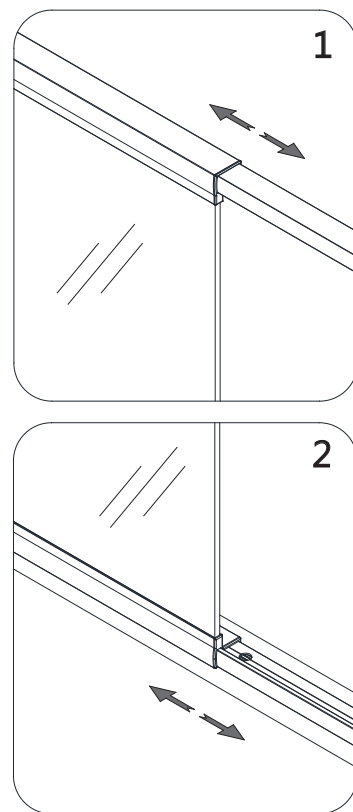

Fig 6
6. Placez en position le montage et étendez uniformément les **rails pivotants extensibles (N° 15)** du haut et du bas. **Fig. 6**